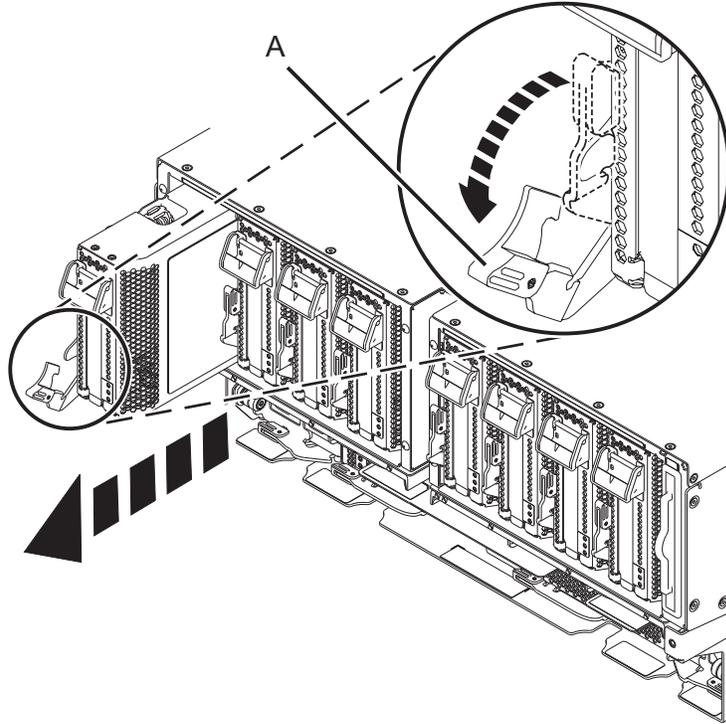

図 14. システムからの PCIe アダプター・カセットの取り外し
- b. 赤褐色のカセット・ハンドル (A) を、16 ページの図 14 に示されている方向に回転させ、ハンドル (A) を押し下げて、スロットのコネクターからカセットを外します。